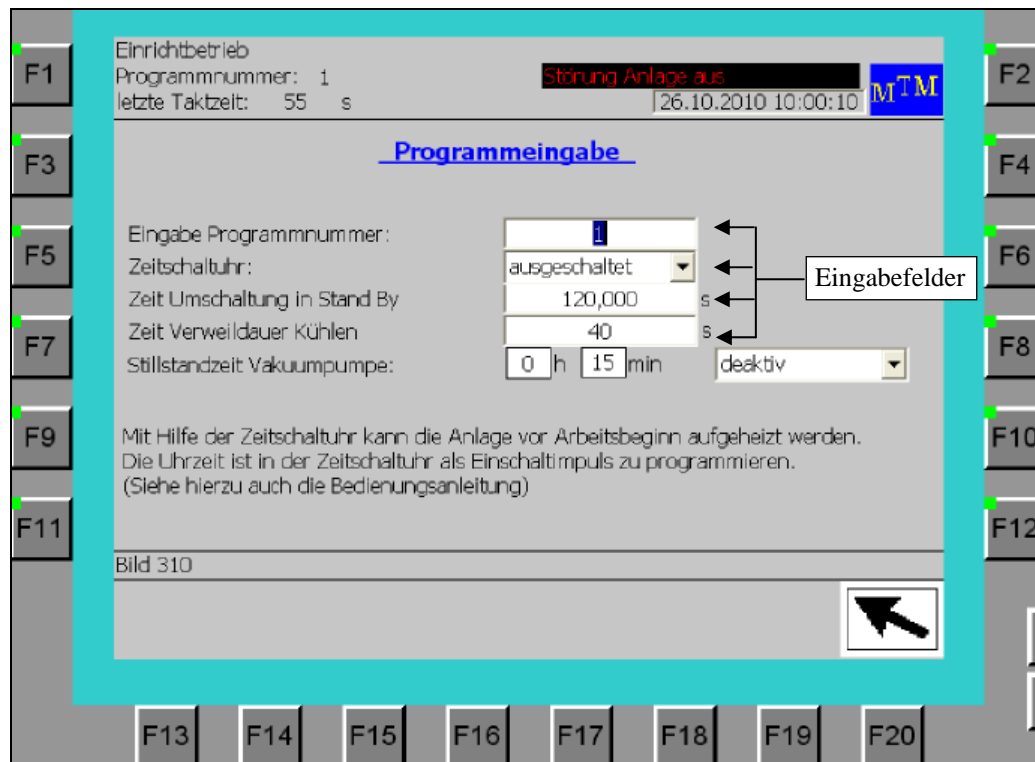

Bild 2.0
- Funktionstaste  **K1** betätigen, es wird unten stehendes Bild 2.0 (im MP Bild 310) aufgerufen
- Mit den Pfeiltasten auf/ab des MB277's (siehe Bild 2.0) gelangt man mit dem Cursor auf das gewünschte Eingabefeld.
- Anwahl Stand-by und Verweildauer Kühltunnel mit dem Cursor auf das gewünschte Eingabefeld, siehe Bild 2.0